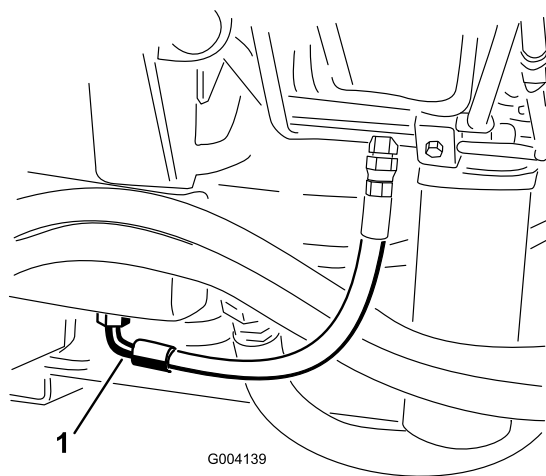

Bild 67
2. Stellen Sie eine große Auffangwanne unter das Anschlussstück, das unten am Hydraulikölbehälter befestigt ist (Bild 67).